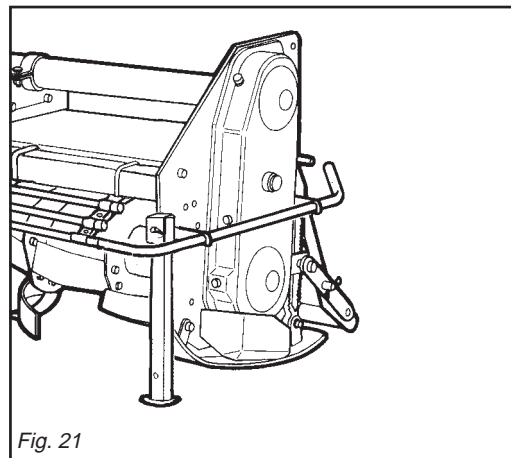

Fig. 21
- 1- Position the support foot as shown in the figure 21.
- 1- Den Stützfuß wie in Abb. 21 gezeigt anordnen.
- 1- Placer le pied d'appui (voir figure 21).